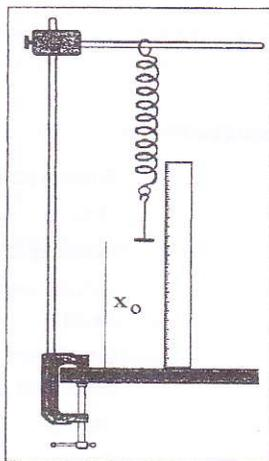

Figura 4: Determinação da constante k da mola.
- Suspensa o gancho de 20 g à mola e meça a altura desde a mesa até a base do gancho (veja a figura 4).